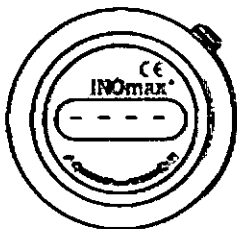

Figura 4-7 Cilindro cerrado
6. Cuando se desactive el INOmeter (cilindro cerrado), el panel indicará un símbolo "-." (negativo; figura 4-7) e irá cambiando entre los siguientes valores: